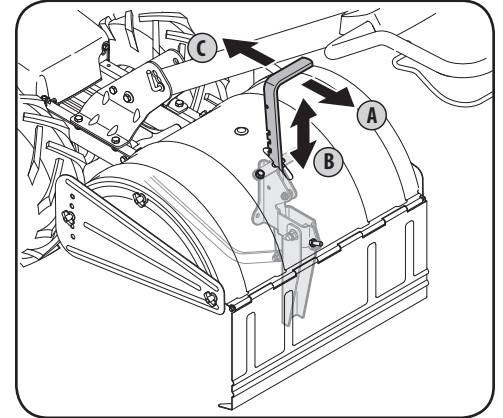

Figure 4-2
Déplacez le levier de réglage de la profondeur vers l'arrière (A) et poussez le levier vers le bas (B) pour l'enclencher dans l'encoche la plus haute. Voir Figure 4-2. Relâchez le levier (C).
Pour ajuster la tige de profondeur, déplacez le levier de réglage de la profondeur (A) vers l'arrière, tirez-le vers le haut ou poussez-le vers le bas (B) à la position désirée, puis relâchez le levier (C). Voir Figure 4-2.